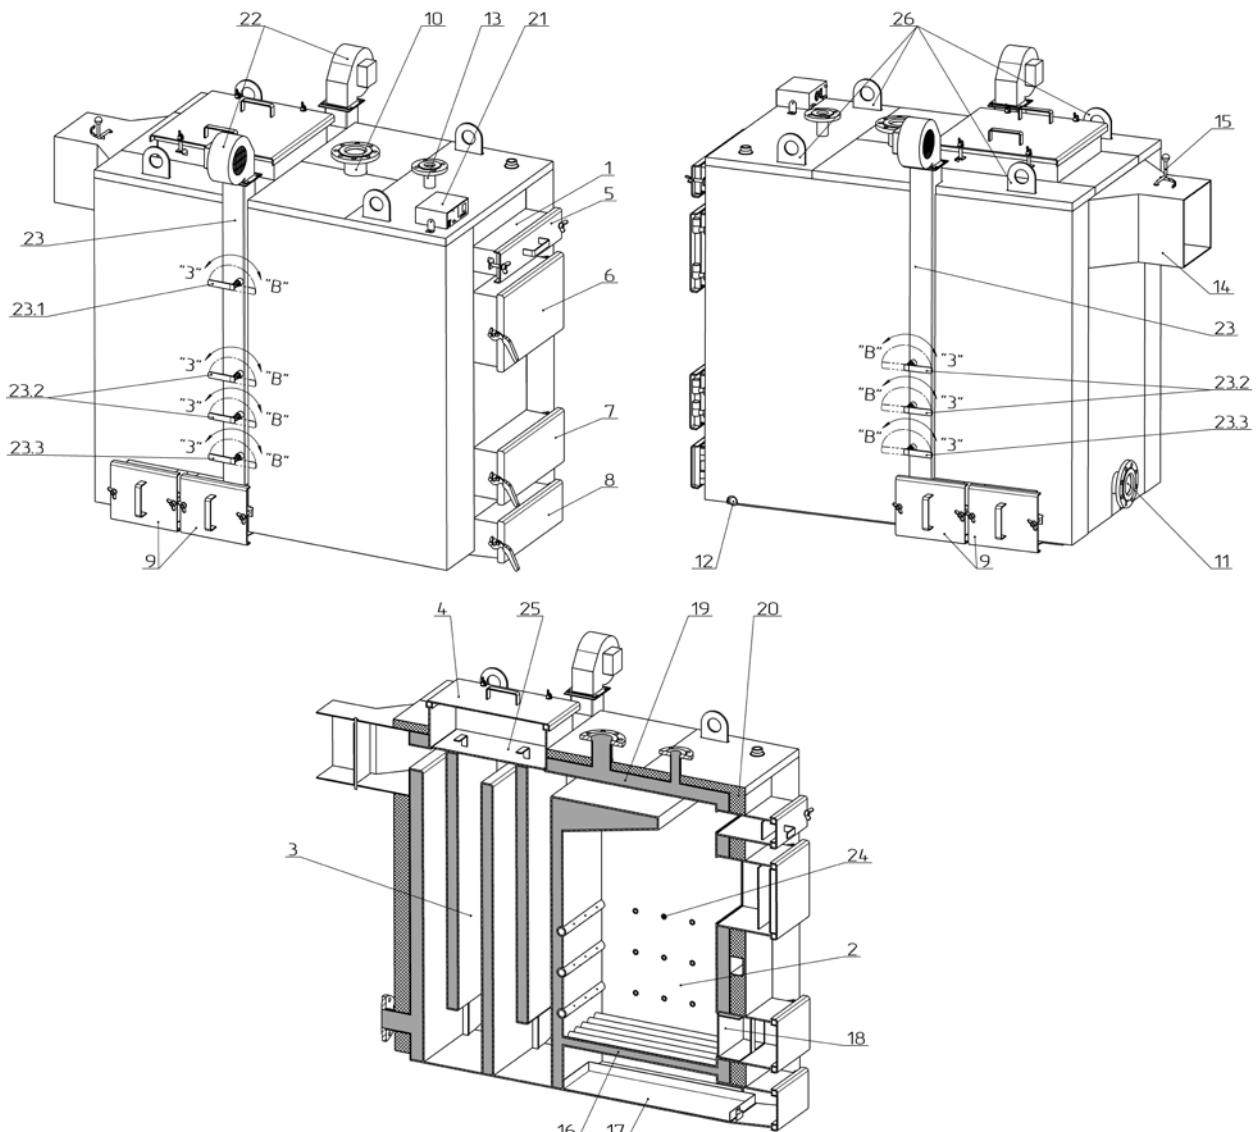

Рисунок 2 – Зовнішній вигляд та основні елементи котла
Конструктивно котел являє собою збірно-зварену конструкцію, що складається з корпуса (поз. 1, рис. 2) з камeroю згоряння (топкою) (поз. 2, рис. 2). Конвекційна частина котла складається з комбінованого п'ятиходового теплообмінника (поз. 3, рис. 2) – горизонтальної (верхньої) полиці та чотирьох вертикальних колодязів.
Корпус котла виконаний в формі паралелепіпеду з подвійними стінками, які розділені водними перегородками (поз. 19, рис. 2). На зовнішній поверхні корпуса під декоративною обшивкою закріплена теплова ізоляція. (поз. 20, рис. 2).
Паливо для процесу спалення завантажується на колосникові грати (поз. 16, рис. 2) крізь завантажувальні дверцята (поз. 6, рис. 2). Колосникові грати виконані з товстостінних безшовних труб по яких постійно циркулює вода з водяної оболонки котла, що унеможливлює їх прогорання. Згоряння палива в топці відбувається за участю повітря, яке постачається по двом каналам подачі повітря (правому та лівому) (поз. 23, рис. 2) припливними вентиляторами (поз. 22, рис. 2). Кількість повітря, необхідного для процесу згоряння, регулюється автоматично блоком автоматики управління (поз. 21, рис. 2).
Підведення і відведення теплоносія здійснюється відповідно через патрубки зворотної мережної води (поз. 11, рис. 2) і прямої мережної води (поз. 10, рис. 2).
Топочні гази виходять у димохід крізь боров (поз. 14, рис. 2), розташований у задній частині котла. Боров обладнано вбудованим дросельним клапаном продуктів згоряння – шибером (поз. 15, рис. 2). У випадку надто високої тяги у димоході шибер дає можливість її знизити шляхом часткового переクリвання вихідного отвору борова.
Зола, яка утворюється в процесі згоряння палива, зсипається в нижню частину корпуса котла в якій розташована висувна полиця для золи – зольник (поз. 17, рис. 2).
У верхній частині корпуса котла розташований патрубок (в котлі 400 кВт – два однакові патрубки) для встановлення запобіжного клапана (поз. 13, рис. 2).
На бічній стінці корпуса у нижній її частині розміщено штуцер для зливу води з котла (поз. 12, рис. 2).
Для проведення завантажувально-розвантажувальних робіт з котлом, у верхній його частині передбачені такелажні елементи (поз. 26, рис. 2).
- на передній стінці котла (поз. 5, рис. 2);
- у верхній частині котла (поз. 4, рис. 2);
- на бічній стінці (поз. 9, рис. 2).
- ревізійний дверцята (поз. 7, рис. 2) для періодичного чищення колосниковых грат;
- дверцята зольника (поз. 8, рис. 2) для можливості спорожнення висувної полиці – зольника.